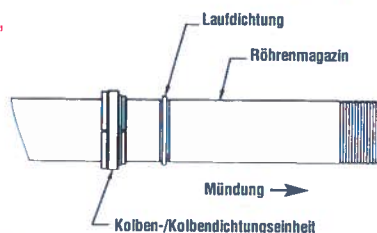

ABB. 20
- Schieben Sie die Laufdichtung, den Kolben und die Kolbdichtung aus dem Röhrenmagazin. Siehe Abb. 20.